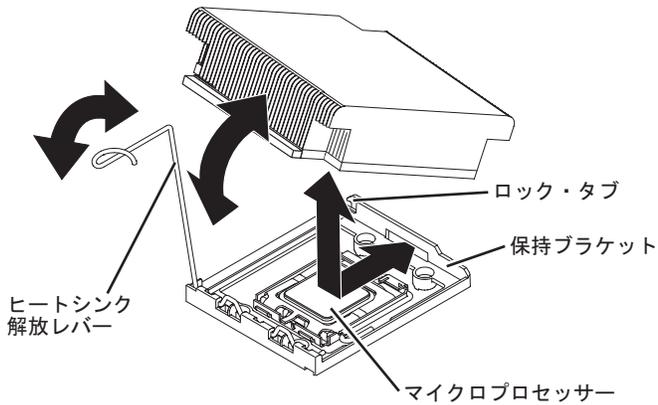

図 39. ヒートシンク解放レバー
5. ヒートシンク解放レバーを開いて、完全な開位置にします。 図 39 を参照。